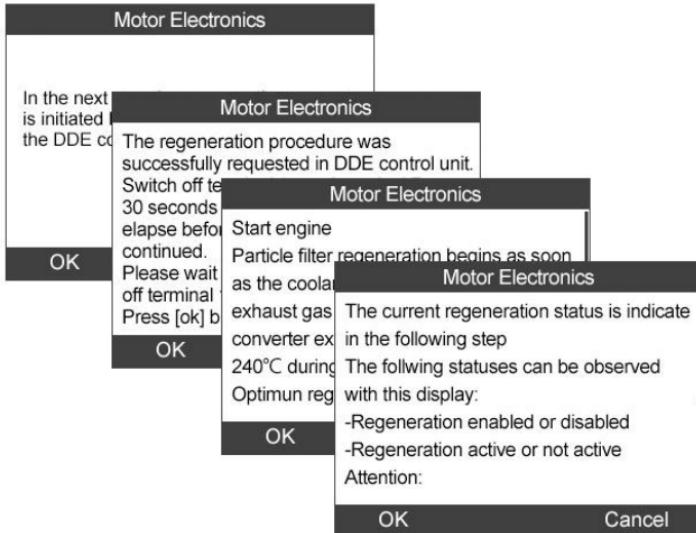
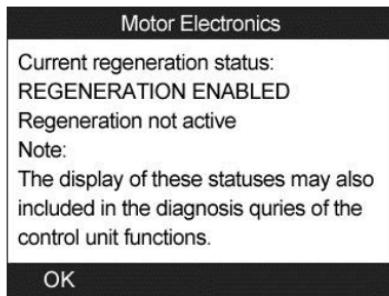

Figura 11.24
Figura 11.25
- 4) Una serie de pantallas de instrucciones aparece para que los usuarios realicen la regeneración del filtro de partículas paso a paso. Siga las instrucciones en pantalla y presione el botón **OK**. (Figura 11.24) Haga esto hasta que la herramienta lea el estado de regeneración como se muestra debajo. (Figura 11.25)